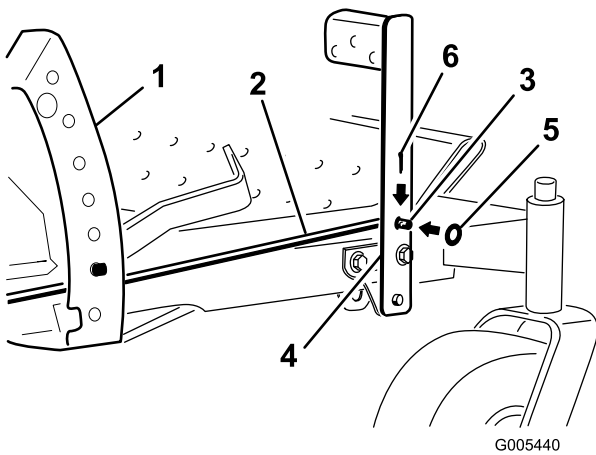

Bild 8
- Setzen Sie die Hubstange durch die Öffnung im Schnitthöhenrahmen (Bild 8). Richten Sie die Stange so aus, dass die gebogenen Ende der Stange von der Maschine weg zeigen.
- Montieren Sie vorne an der Maschine das gebogene Ende der Hubstange durch das kleine Loch im Pedalarm (Bild 8). Setzen Sie eine Scheibe über das herausragende Ende und befestigen Sie diese mit einem Splint.